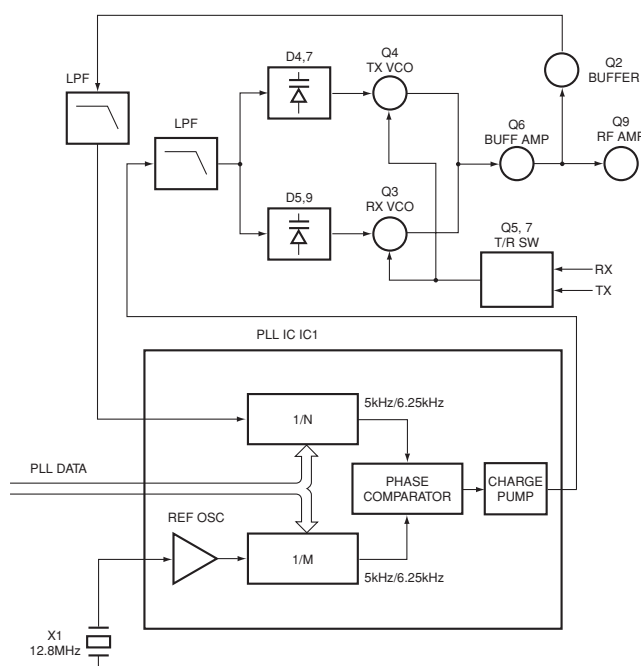

Fig. 5 PLL circuit / 图5 PLL电路
12.8MHz 的参考振荡信号在 IC1 中被一个固定计数器分频。振荡器 (VCO) 的输出信号由 Q2 缓冲放大,然后在 IC1 中被一个可编程双模块计数器分频。分频的信号在 IC1 的相位比较器中进行比较。生成的信号通过一个低通滤波器滤波后传送到 VCO 控制振荡器频率。(见图 5)
comparator in IC1. The output signal from the phase comparator is filtered through a low-pass filter and passed to the VCO to control the oscillator frequency. (See Fig. 5)